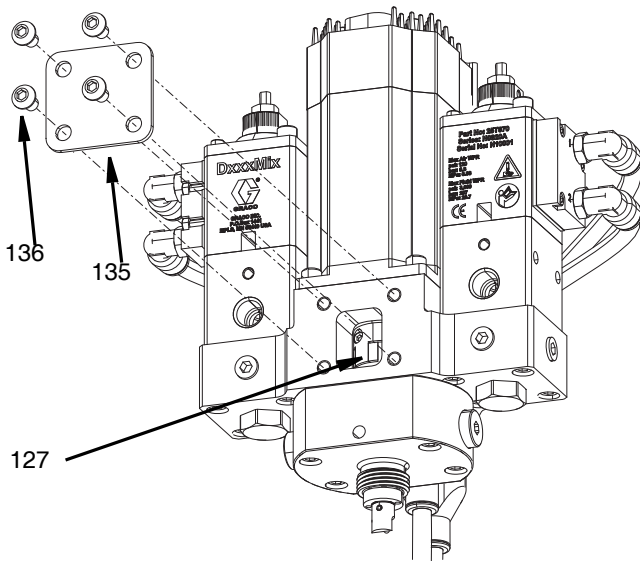

ABB. 31
2. Kupplungsdeckel (135) entfernen, indem die vier M6-Schrauben (136) mit einem 5mm-Inbusschlüssel herausgedreht werden.
3. Die Klemmschraube am Unterteil der Drehkupplung (127) mit einem 2,5-mm-Inbusschlüssel lösen. Siehe ABB. 31
3. Die vier M6-Schrauben, die den Kupplungsdeckel halten, mit einem 5-mm-Inbusschlüssel entfernen. Siehe ABB. 31, Seite 40.
4. Die M3-Klemmschraube am Kupplungsoberteil (127) mit einem 2,5-mm-Inbusschlüssel lösen.